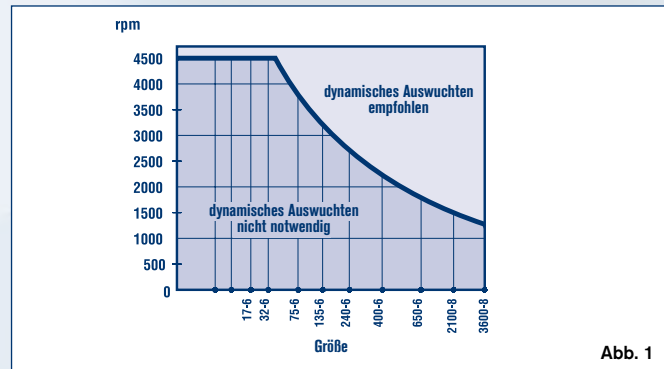

Abb. 1
6. Überprüfen Sie anhand von Abb. 1, ob Ihre Kupplung dynamisch ausgeglichen werden muss oder nicht.
Die Wuchtgüte der Standardkupplungen ist Q6,3 - VDI 2060 für mittlere Drehzahlen. Das Wuchten wird nur bei Werten über der Kurve in Abb. 1 empfohlen.